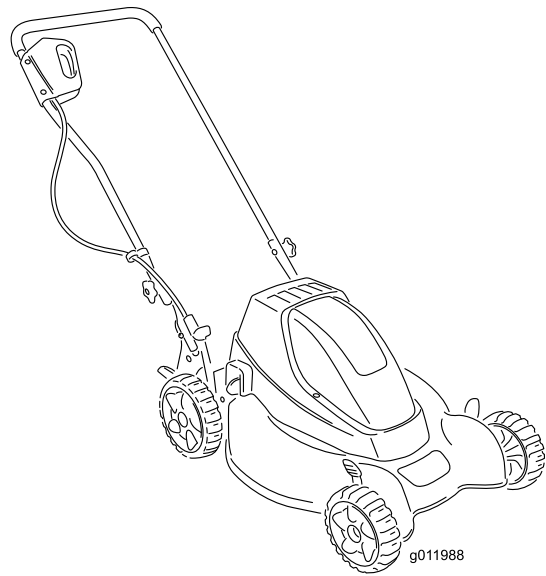

Figure 2
1. Bouton du guidon (2)
2. Placez le guidon en position d'utilisation (Figure 2).